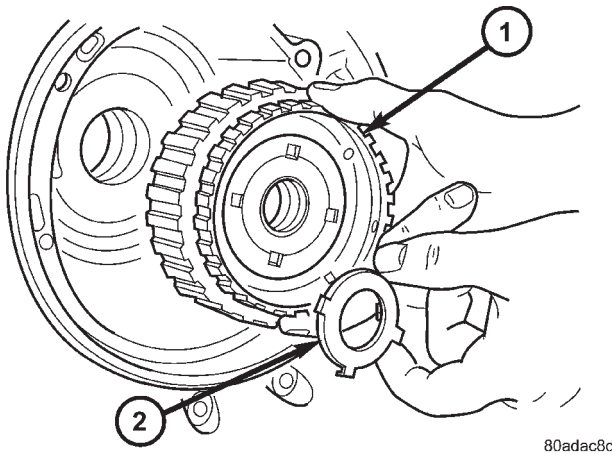

Fig. 132 Instalación del conjunto del engranaje solar delantero
(51) Instale el conjunto del engranaje solar delantero y la arandela de empuje nº 4 (Fig. 132).